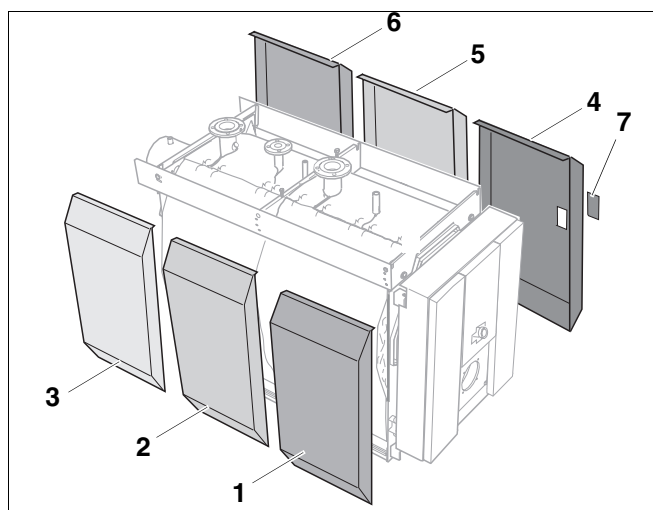

Fig. 31 Panneaux latéraux
Les panneaux latéraux centraux (fig. 31, **pos. 2** et **pos. 5**) sont identiques et présentent un bord latéral plus court. Ils n'existent que sur les chaudières de tailles 920 – 1950 kW.
Les panneaux latéraux arrière gauche et avant droit (fig. 31, **pos. 3** et **pos. 4**) se différencient par le cache du point de mesure SE (fig. 31, **pos. 7**).